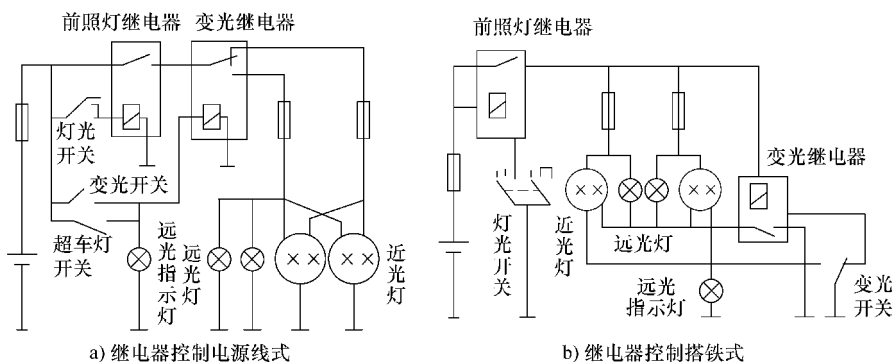

图 10-16 前照灯控制电路
(1) 前照灯的作用 前照灯又称“**大灯**”，装于汽车头部两侧，用于夜间行车道路的照明。
(2) 前照灯控制电路 前照灯功率较大时，一般采用继电器控制，它主要由灯光开关、变光开关、前照灯继电器及前照灯组成，如图 10-16 所示。